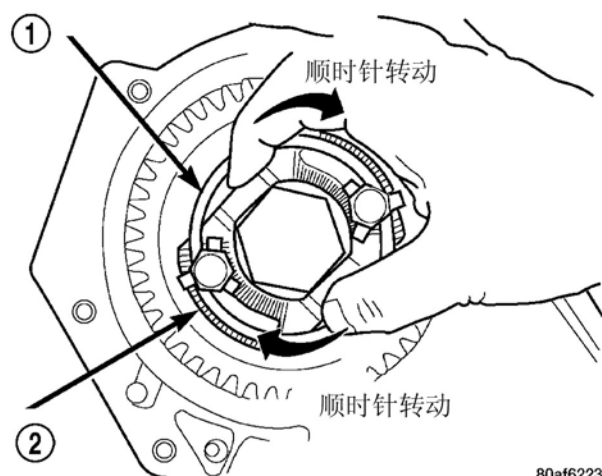

图 110 顺时针转动 U 形夹卡住螺栓平面
(21) 顺时针旋转 U 形夹卡住固定螺栓的平面(图 110)。